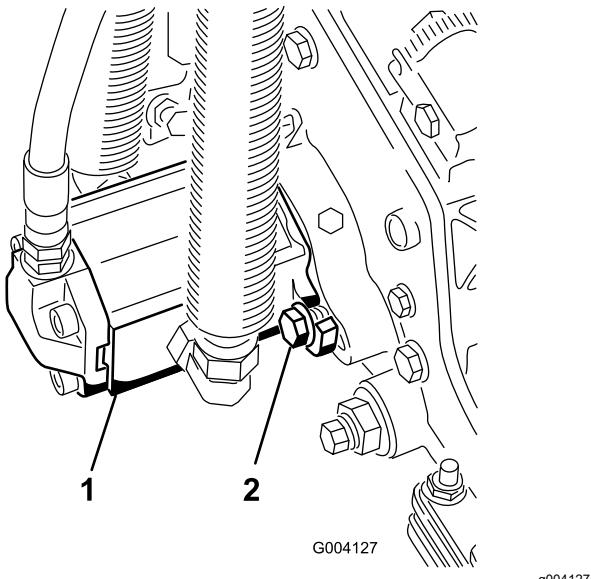

图 20
17. 以顺时针旋转的方式安装马达让马达法兰与螺栓保持一定空隙 图 20。